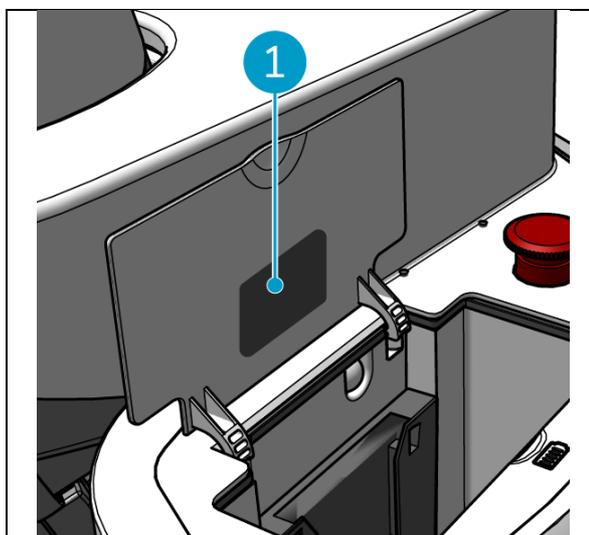

Figura 4
O número de série pode ser encontrado no interior da tampa do compartimento das pilhas (Figura 4, pos. 1).